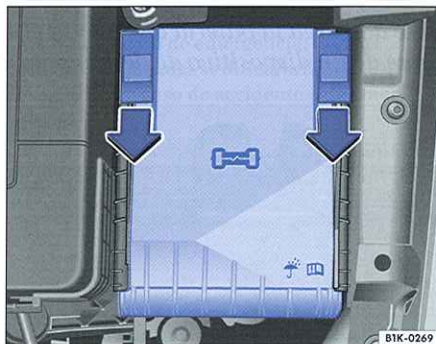

Fig. 39 Tapa de la caja de fusibles en el vano motor
- Para desbloquear la tapa de la caja de fusibles, desplace las teclas de bloqueo ⇒ fig. 39 hacia delante, en el sentido que indica la flecha.